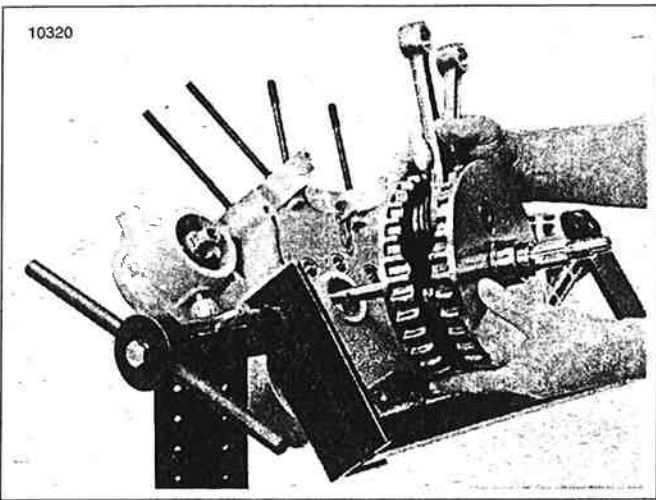

Figura 3-77. Desarmado de los volantes de la mitad derecha del cárter
6. Vea la Figura 3-77. Extraiga el conjunto del volante de la mitad derecha del cárter.